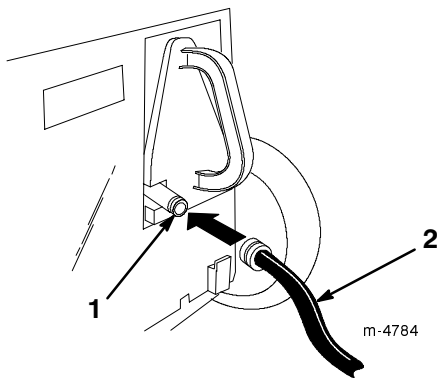

Bild 18
3. Heben Sie die hintere Klappe hoch und bringen die Kupplung am Waschanschluss des Recyclingverschlusses an (Bild 18).